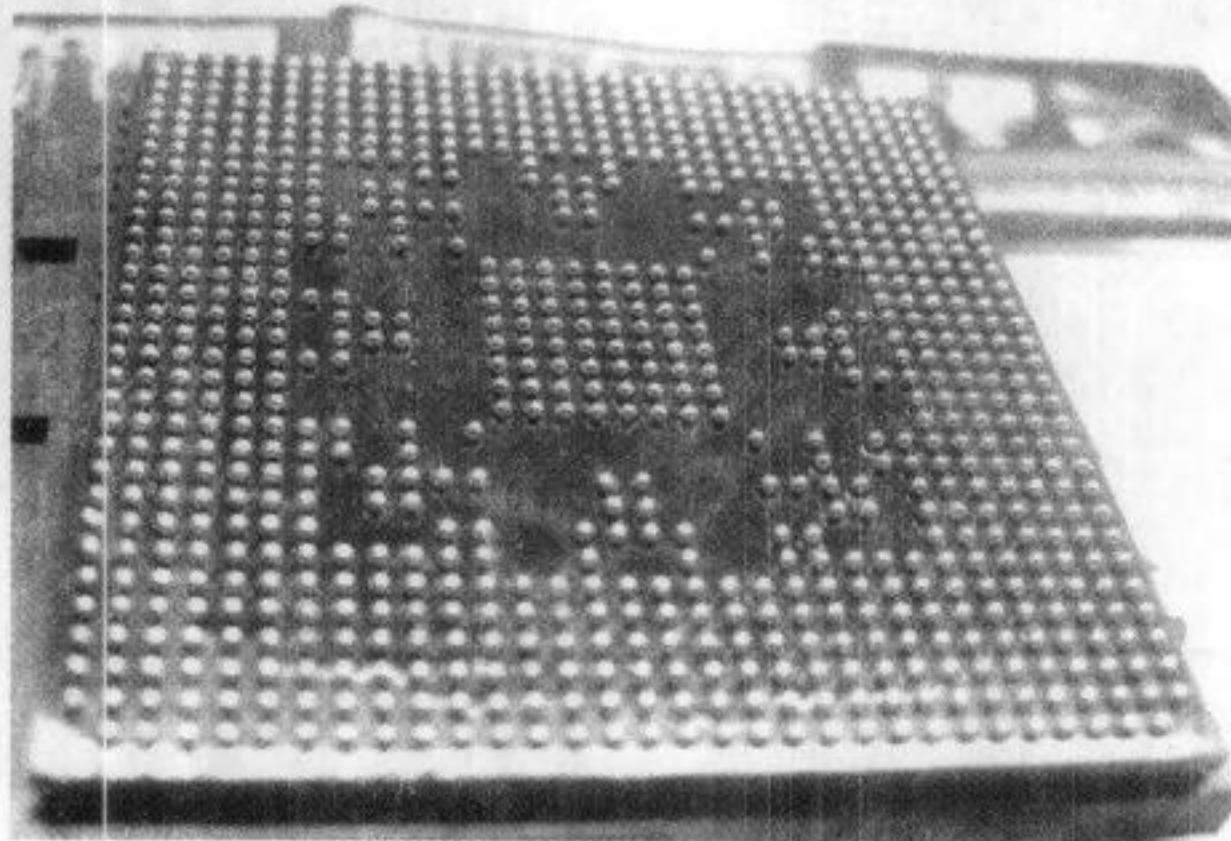

图 4-42 植株完成
(8) 待锡珠熔化后，停止加热，冷却一会取下钢网，如图 4-42 所示。